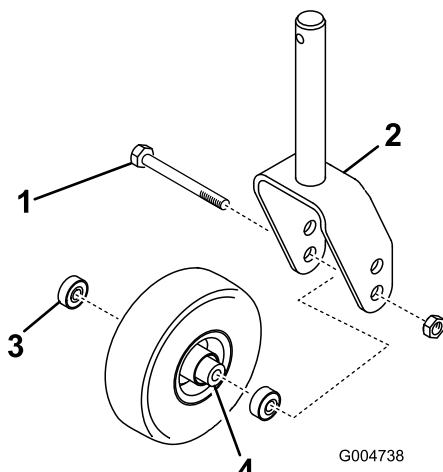
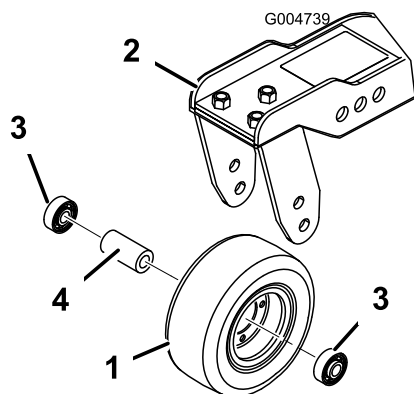

Bild 89
Bild 90
1. Entfernen Sie die Sicherungsmutter von der Schraube, mit denen das Laufrad in der Mitte der Laufradgabel (Bild 89) oder am Laufradgelenkarm (Bild 90) befestigt ist. Halten Sie das Laufrad fest und schieben die Schraube aus der Gabel oder vom Gelenkarm ab.
2. Entfernen Sie das Lager aus der Radnabe und lassen das Lagerdistanzstück herausfallen (Bild 89 und Bild 90). Entfernen Sie das Lager aus der gegenüberliegenden Seite der Radnabe.